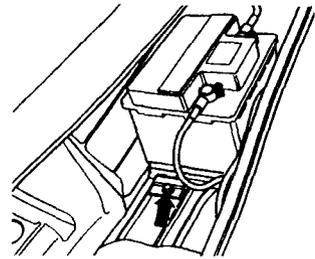

图 1-11 蓄电池的固定
(4) 检查蓄电池是否固定好,如需要,以 $22 \text{ N}\cdot\text{m}$ 拧紧图 1-11 所示螺栓。
(5) 检查蓄电池空载电压。